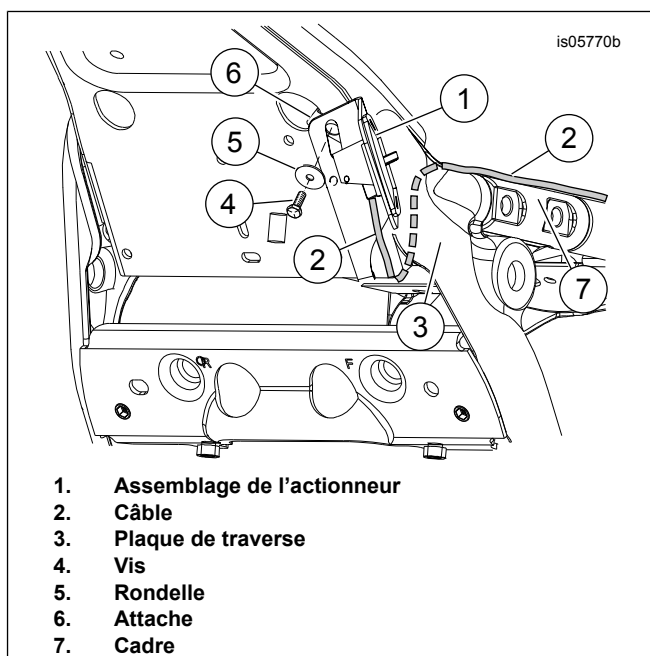

Figure 8. Installez l'assemblage de l'actionneur
10. Fixez-le à l'aide de vis (9) et de rondelles (11).
11. **Modèles sans déflecteurs d'air à cadre central :** Voir Figure 8 .
- a. Faites glisser la face plate de l'assemblage de l'actionneur (1) derrière les fils de la bougie d'allumage.
- c. Fixez-le à l'aide de vis (4) et de la rondelle (5). Serrer.